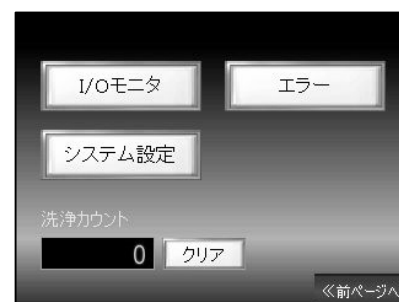
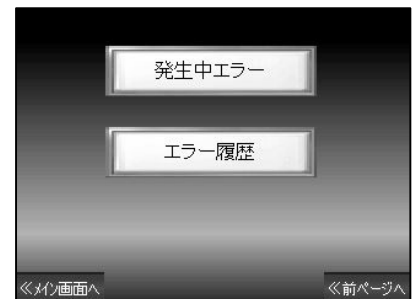

図 7-29
図 7-32
## 7.5 メニュー(図 7-29)
- ・ メニュー画面(図 7-29)の **I/O モニタ** スイッチを押すと、I/O モニタ画面に切り替ります。
- ・メニュー画面(図 7-29)の **システム設定** スイッチを押すと、システム設定画面に切り替ります。(図 7-30)
- ・メニュー画面(図 7-29)の **エラー** スイッチを押すと、エラーメニュー画面に切り替ります。(図 7-32)
## 7. 5.4 洗浄回数表示(図 7-29)